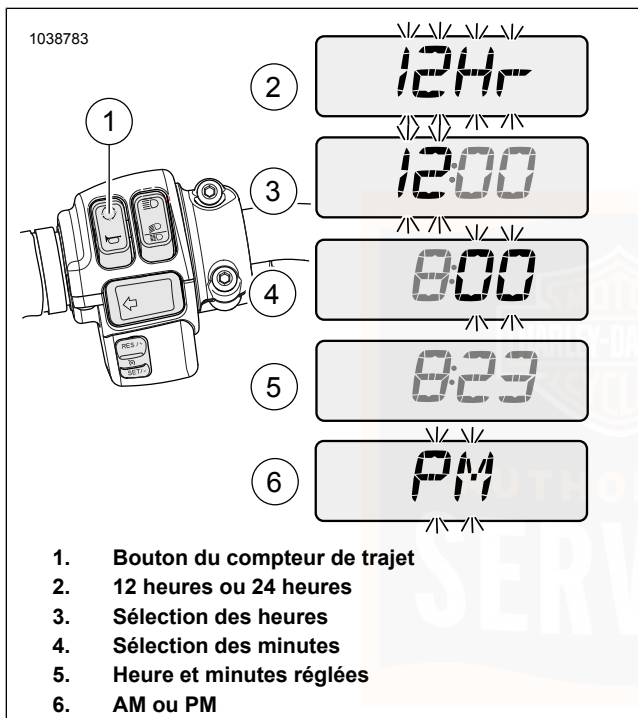

Figure 29. Affichages de l'heure
2. Voir Figure 29. Enfoncer et relâcher le bouton du compteur de trajet (1) jusqu'à ce que l'heure (heures et minutes) soit affichée. Maintenir le bouton du compteur de trajet enfoncé jusqu'à ce que « 12Hr » (2) commence à clignoter sur l'écran d'affichage. Relâcher le commutateur.
4. Lorsque le style horaire souhaité est affiché, maintenir le bouton du compteur de trajet enfoncé jusqu'à ce que l'affichage des heures (3) clignote.
6. Quand l'heure correcte est affichée, maintenir le bouton du compteur de trajet enfoncé jusqu'à ce que l'affichage des minutes (4) commence à clignoter.
8. Lorsque les minutes correctes sont affichées (5), maintenir le bouton du compteur de trajet enfoncé jusqu'à ce que la sélection matin (AM) ou après-midi (PM) (6) soit affichée.